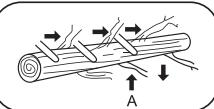

Рис. 10
Обрезка ветвей производится с поваленного дерева. Не отрезайте ветки, поддерживающие ствол и не позволяющие ему скатиться (A), пока не распишите ствол. (Рис. 10). Ветки, подверженные внешней нагрузке, следует отрезать снизу вверх во избежание заклинивания пилы.